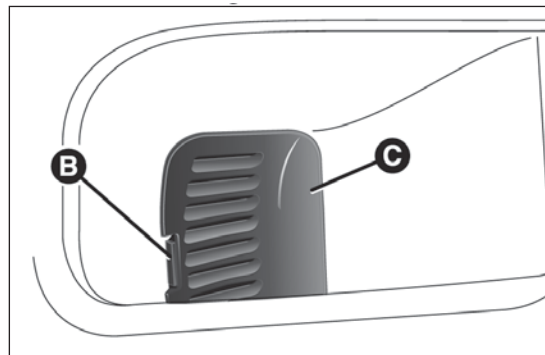

fig. 182
- ❑ agendo sulla linguetta B fig. 182 rimuovere il coperchio di protezione C (ubicato sulla parte laterale del bagagliaio);